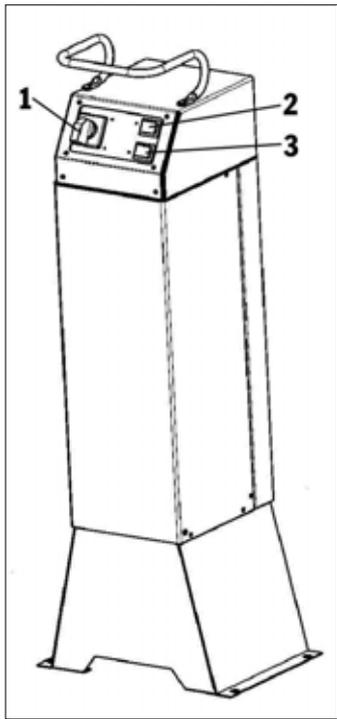

Fig. 1: Centralina di comando
- Accendere il pannello principale : interruttore generale su posiz. "1" (v. Fig.1)